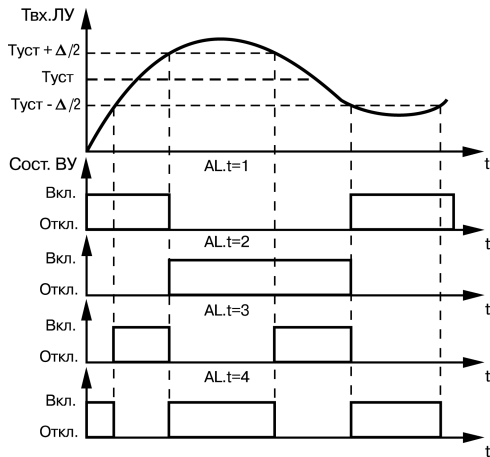

Рисунок 7.2 – Выходные характеристики компараторов
2. Тип логики **Обратный гистерезис** ($x_{RL.t} = 2$). ЛУ включает выходное устройство при ($T > \text{Туст} + \Delta/2$) и выключает его при ($T < \text{Туст} - \Delta/2$). Этот тип логики применяется для сигнализации о том, что измеренное значение превышает уставку (см. рисунок 7.2).